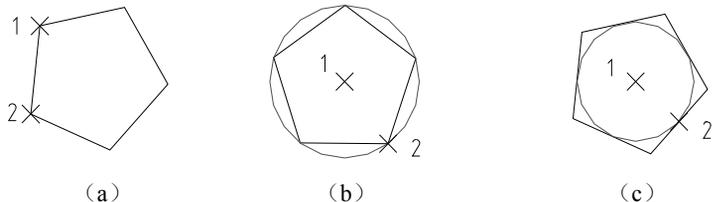

图 2-49 绘制正多边形
(1) 边(E): 选择该选项, 则只要指定多边形的一条边, 系统就会按逆时针方向创建该正多边形, 如图 2-49 (a) 所示。
(2) 内接于圆(I): 选择该选项, 绘制的多边形内接于圆, 如图 2-49 (b) 所示。
(3) 外切于圆(C): 选择该选项, 绘制的多边形外切于圆, 如图 2-49 (c) 所示。